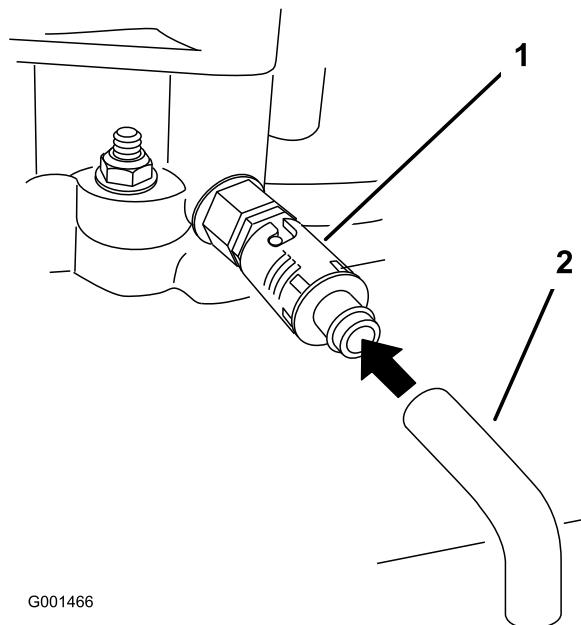

Figure 28
5. Placez un bac sous le flexible de vidange. Tournez le robinet de vidange d'huile pour permettre à l'huile de s'écouler (Figure 28).
7. Enlevez le flexible de vidange (Figure 28).